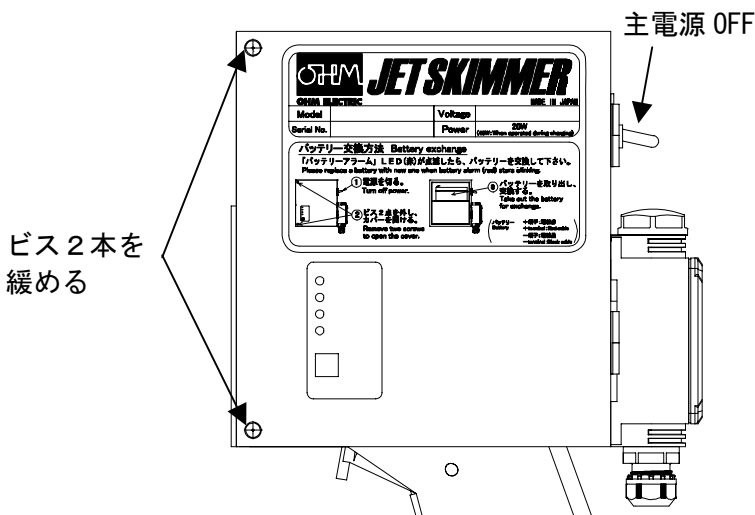
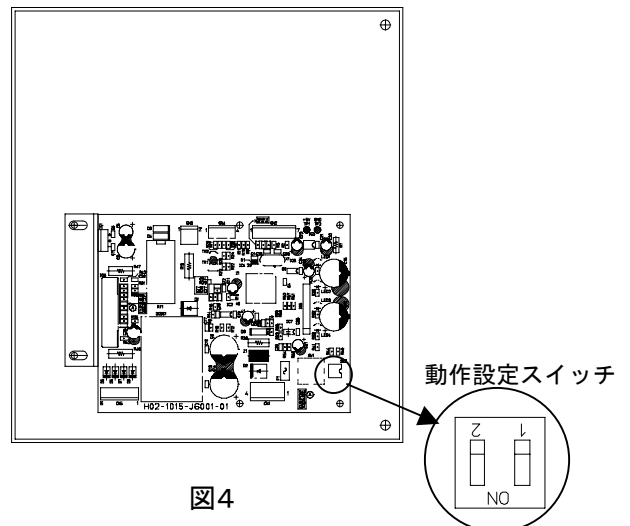

図3
図4
- ①主電源スイッチをOFFにします。
- ②図3に示す制御ボックスカバーのビスを2本を緩めます。
- ③制御ボックスカバーを開けます。カバーを開ける時に内部の配線を引っ張らないように注意して下さい。
- ④制御ボックスカバー裏面の基板上的スイッチ(図4)を上記の動作設定スイッチ詳細にならって設定します。
- ⑤制御ボックスカバーを元のように閉めて、ビス2本で固定します。
- ⑥主電源スイッチをONにします。